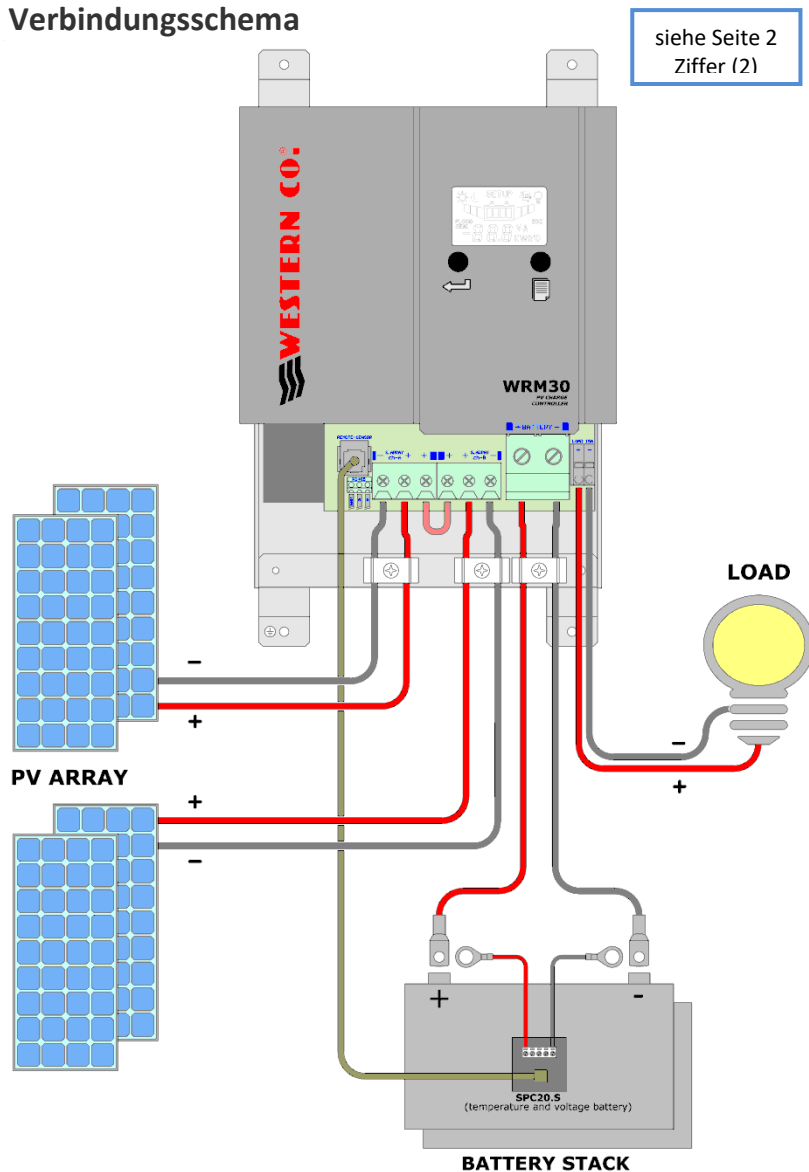

Abb. 2 Verbindungsschema
- 3) Schließen Sie in der richtigen Reihenfolge an: Ladegerät, Sonde zur Temperatur- und Spannungsmessung der Batterie (mitgeliefert), Solarmodul und zuletzt die Batterie, wie im Schema auf der *Abb. 2* dargestellt. Bei Anschluss der Batterie schaltet sich der Regler ein und beginnt zu arbeiten. Die Kabelquerschnitte müssen so ausgewählt werden, dass bei jedem Kabelstück der maximal zulässige Spannungsabfall geringer ist als 3 % der Nennspannung des Systems. (Tab. 3)
Nach Durchführung der Anschlüsse wie in Abb. 2 ist ein Probelauf des Systems erforderlich.